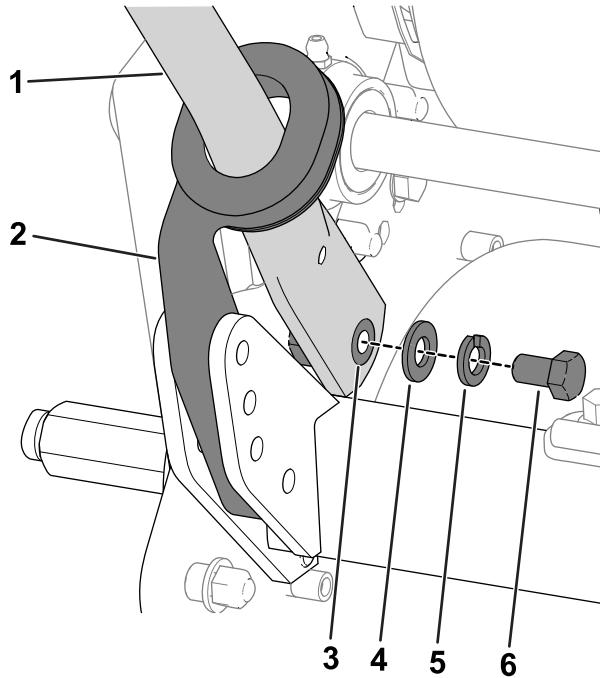

Figure 4
4. Poussez les extrémités du guidon vers l'intérieur et placez-les sur les goupilles de montage (Figure 4).
5. Fixez les extrémités du guidon aux goupilles de montage à l'aide des boulons, des rondelles plates et des rondelles-freins retirées précédemment (Figure 4).